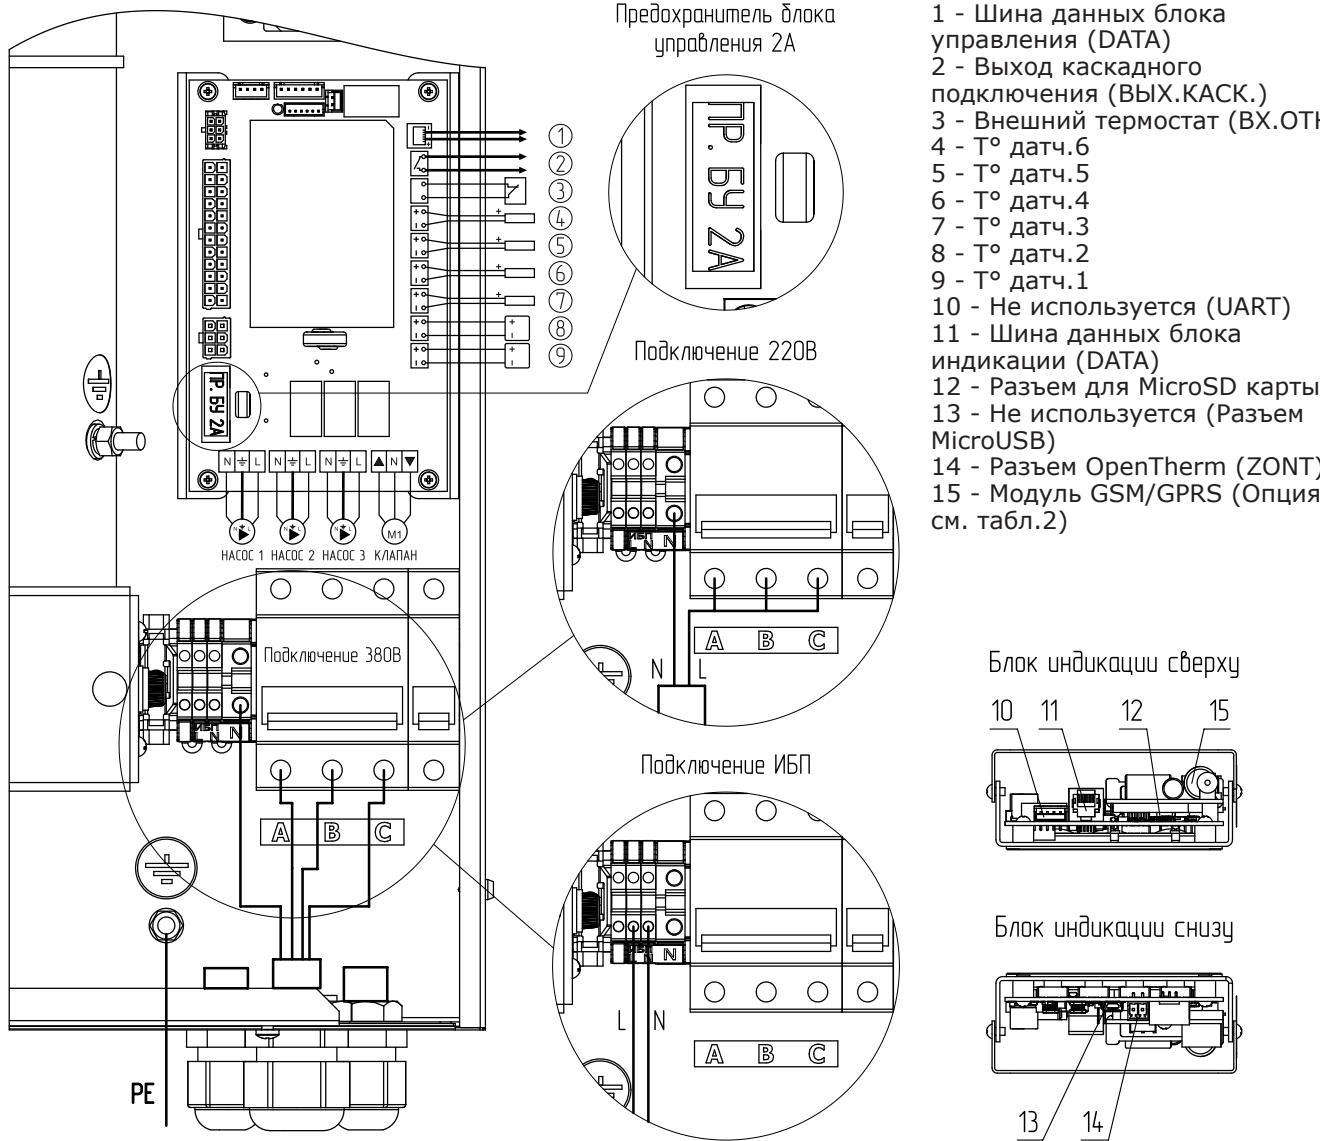
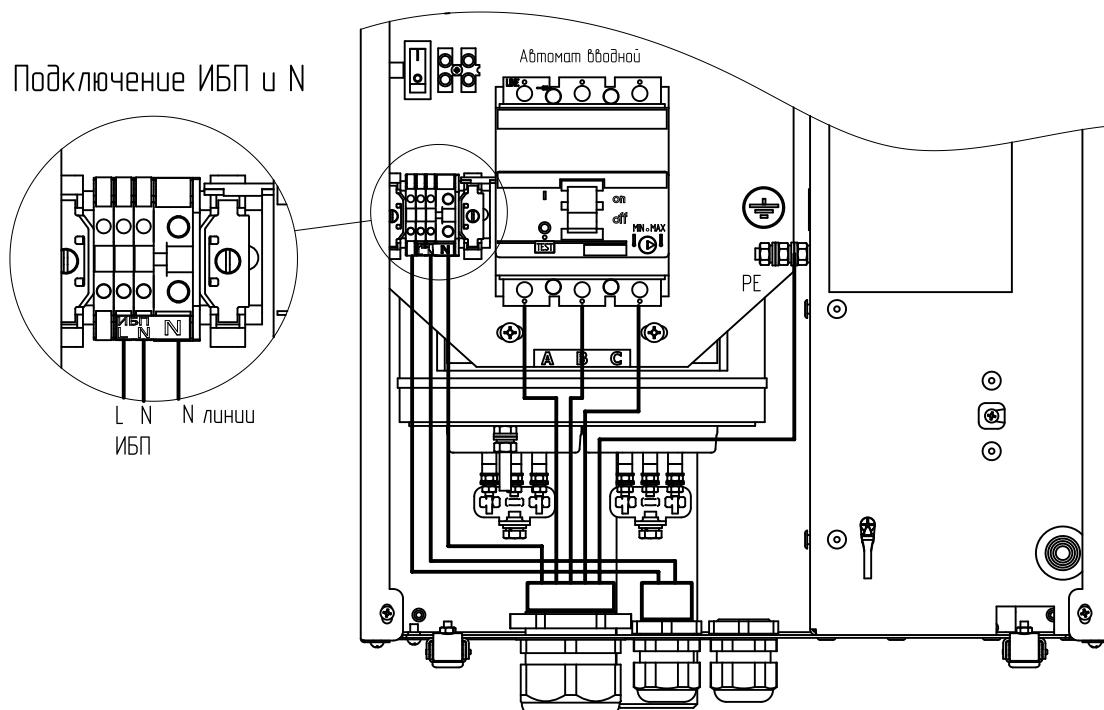

Рис.2. Схема подключения котлов GTM E500 4,5-36
Рис.2.1. Схема подключения котлов GTM E500 45-60
Для подключения циркуляционного насоса, датчиков температуры воздуха и воды, двигателя трехходового клапана, внешнего термостата на блоке управления (поз.9) имеются колодки разъемного типа. На основании установлен силовой автомат (поз.13) с дистанционным расцепителем (поз.14), который отключает силовые питающие фазы при возникновении аварийных ситуаций. Выключатель (поз.15) установлен на основании и служит для отключения питания от блока индикации (поз.7), блока управления (поз.9) и циркуляционных насосов. Циркуляционные насосы подключены к питающей сети через предохранитель (поз.16). Схема присоединения котлов E500 к питающей сети, датчикам температуры, циркуляционному насосу и клапану приведена на Рис.2. Схема подключения к питающей сети котлов E500 от 45 до 60 кВт и котлов E500 от 70 до 100 кВт приведена на рисунке 2.1 и рисунке 2.2 соответственно.
- Подключить котел к трехфазной сети переменного тока 380 В, 50 Гц, для этого присоединить рабочий нулевой провод на клемму нейтраль (N) котла, фазные провода на клеммы А, В, С вводного автомата. Защитный нулевой провод (PE) подключить на болт «ЗАЗЕМЛЕНИЕ» (см. Рис.2 для Е500 4,5-36 кВт, Рис.2.1 для Е500 45-60 кВт и Рис.2.2 для Е500 70-100 кВт);
- При питании котла от однофазной сети переменного тока 220 В, 50 Гц присоединить рабочий нулевой провод на клемму нейтраль (N) котла, а фазный на клеммы А, В, С вводного автомата, защитный нулевой провод (PE) должен подключаться к клемме «ЗАЗЕМЛЕНИЕ» (см. Рис.2 для Е500 4,5-36 кВт, Рис.2.1 для Е500 45-60 кВт и Рис.2.2 для Е500 70-100 кВт).
Для соединения клемм А, В, С вводного автомата в комплекте имеется специальная перемычка (только для GTM «Е500» от 4,5 до 9 кВт), которая устанавливается на вводных клеммах автомата (см. Рис.2 для Е500 4,5-36 кВт, Рис.2.1 для Е500 45-60 кВт и Рис.2.2 для Е500 70-100 кВт);
- Подключить датчик температуры воздуха на улице к контактам (- +) клеммной колодки (Рис.2 поз.9, Т° датч.1), проводом с сечением не менее 0,5 кв.мм и длинной до 20 м. Установить датчик температуры воздуха на улице, в защищенном от солнечных лучей и осадков месте.
- Подключение датчика т° ГВС/воздуха контура 2 (Рис.2 поз.7, Т° датч.3), датчика т° воды клапана (Рис.2 поз.5, Т° датч.5) и датчика т° воздуха клапана (Рис.2 поз.4, Т° датч.6) производить в соответствии с Рис.2.
- Присоединить провода (L, N, заземление) от насосов к соответствующим контактам на клеммной колодке котла как показано на Рис.2. Мощность, потребляемая каждым насосом не должна превышать 200 Вт.
- При необходимости присоединить провода (откр_общ_закр) от двигателя трехходового смесывающего клапана к соответствующим контактам на клеммной колодке котла как показано на Рис.2. Мощность двигателя привода не должна превышать 20 Вт при напряжении ~220 В.